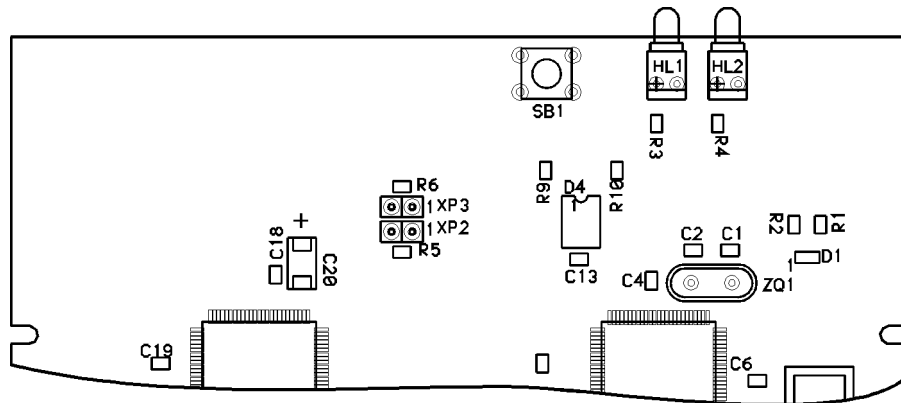

Рисунок 13
5.5.3 Выше описаны способы сброса блока G703-R программно. Возможно сбросить блок также и аппаратно. Этот сброс осуществляется путем нажатия кнопки **“SB1”** на самом блоке G703-R. (см. рисунок 13).